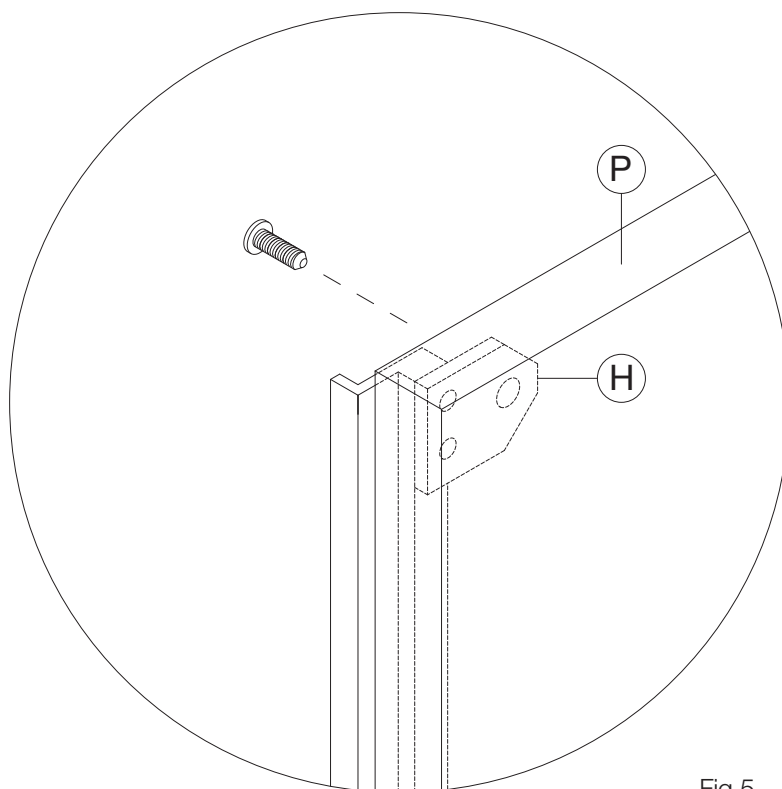

Fig.5
Con molta cautela far scorrere l'anta verso il basso fino a consentire il bloccaggio definitivo dell'anta (P) con vite TCOMBI M4x8 in dotazione all'elemento di fissaggio (H) (fig.5).
With caution, let the door slide downwards until it is possible to fix the door (P) definitely with the TCOMBI M4x8 screws furnished with the kit on the fixing element (H). (fig.5)
Die Türen jetzt sorgfältig nach unten gleiten lassen, bis die Befestigung der Türe (P) mit den gelieferten Schraube TCOMBI M4x8 am Befestigungselement (H) möglich wird. (Abb.5)